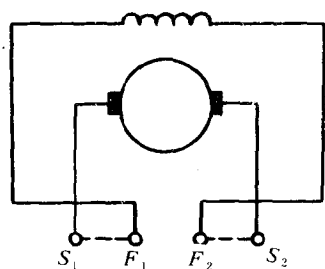

图 1
4. 电机的电气接线图按表 1~7, 接线图号应符合图 1~8 规定。